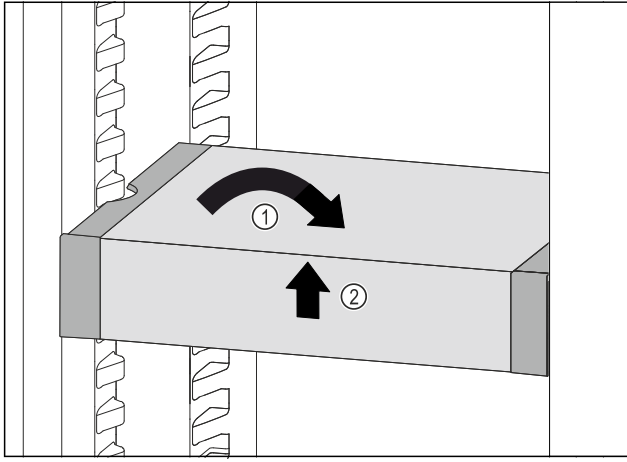

Fig. 124
- VarioSafe çekmecesini düz konumlandırın. Fig. 124 (1)
- VarioSafe çekmecesini ön taraftan kaldırın. Fig. 124 (2)